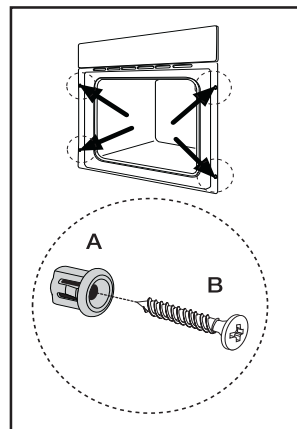

Abb. 17
2. Befestigen Sie den Ofen mithilfe der vier Abstandhalter im Möbel (Abb. 17 - A). Diese passen genau in die Löcher in dem Rahmen. Ziehen Sie anschließend die vier mitgelieferten Holzschrauben (Abb. 17 - B) fest.